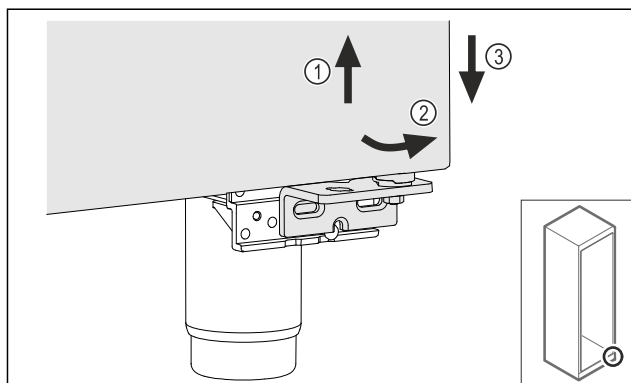

Fig. 12
- Levantar ligeramente la puerta Fig. 12 (1): inclinarla hacia delante por la parte inferior Fig. 12 (2) y bajarla Fig. 12 (3).